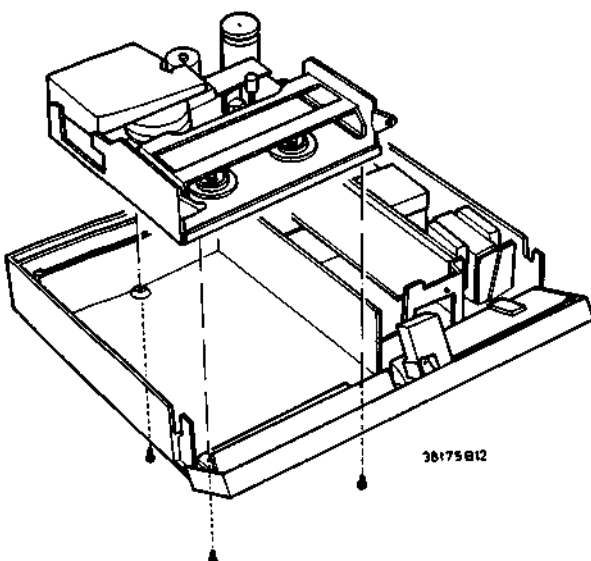

Fig. 2-8
2.9 Ausbau des Laufwerks (Bild 2-8)